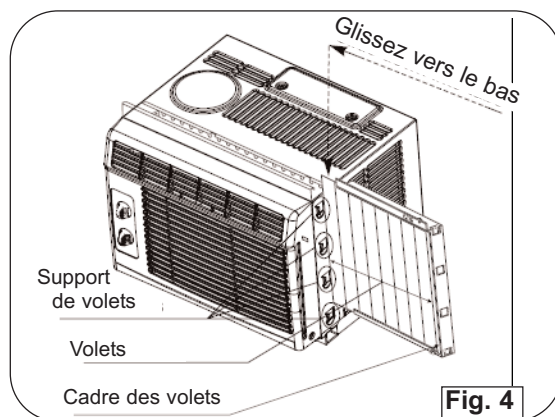

Fig. 4
- Étendez les volets et glissez-les dans les support de volets sur le canal latéral du climatiseur comme montré dans Fig. 4.